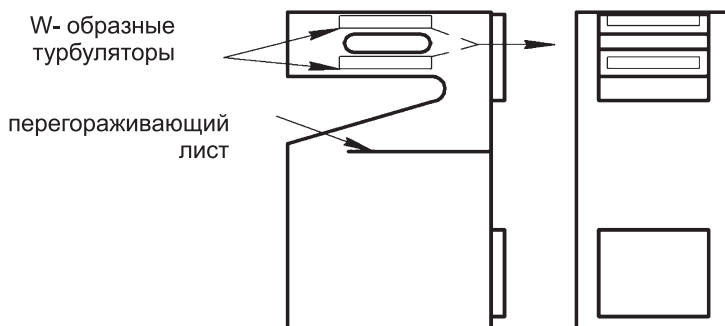

Рис. 3
**При переводе котла на работу на газе необходимо убрать из топки колосники, установить перегораживающий лист и турбуляторы рис. 3 (входит в комплект поставки).**